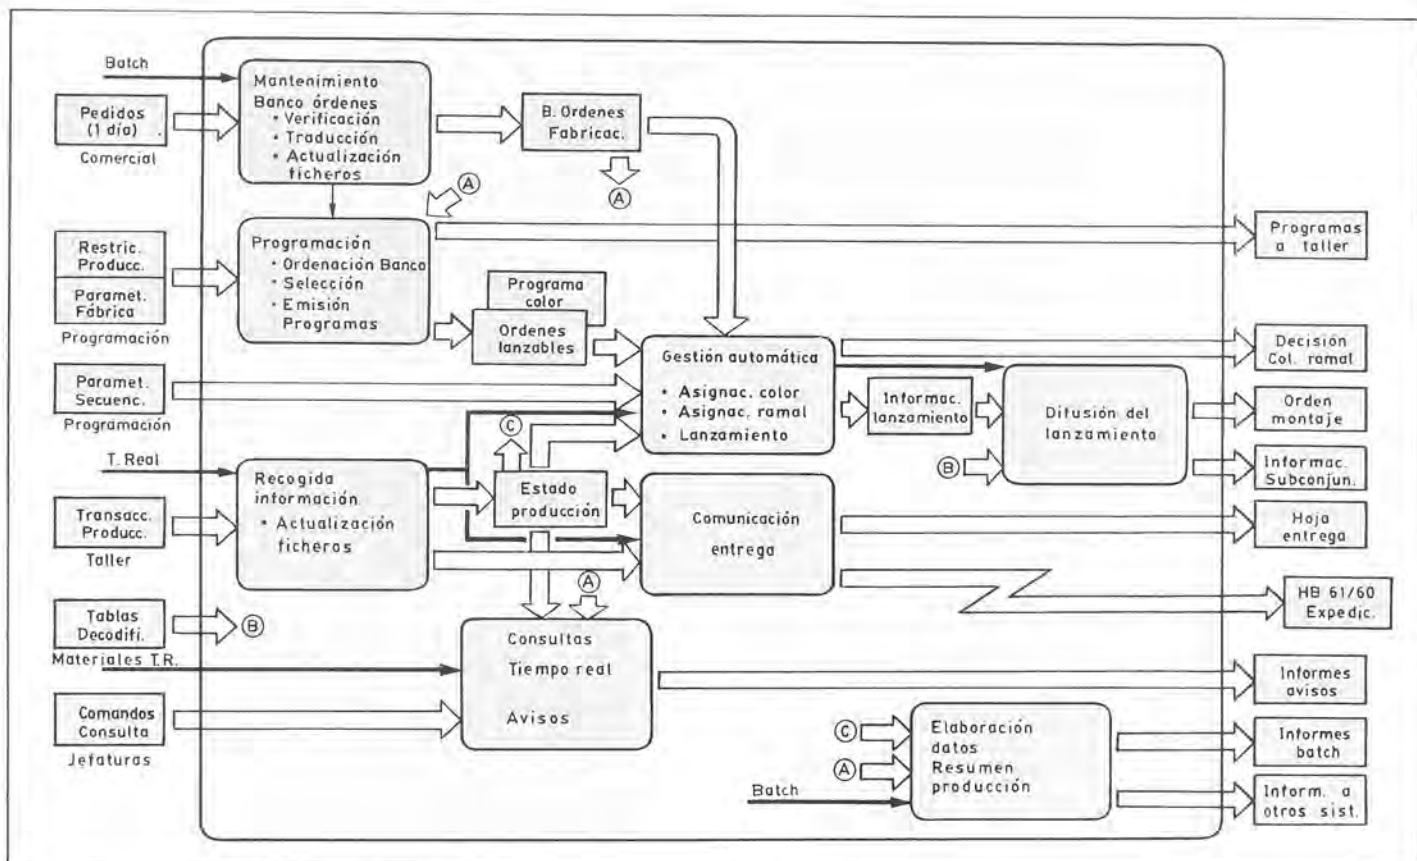

Figura 2. Sistema LANZA. Esquema general de funcionamiento.
- b) Procesos en «tiempo real» (simultáneamente a la producción) tal como se esquematiza en la figura 2.